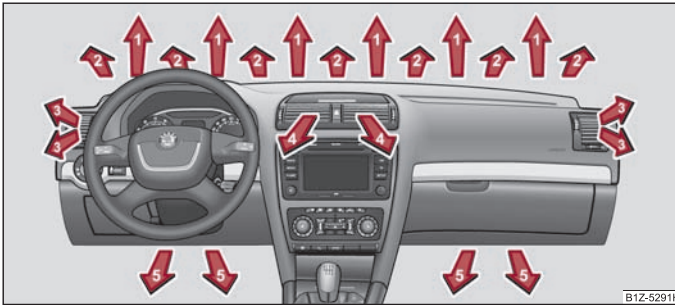
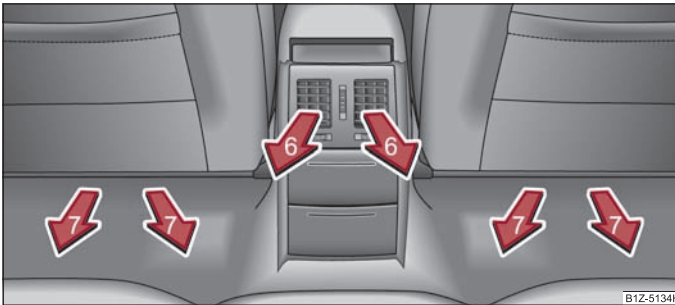

Abb. 104 Luftaustrittsdüsen vorn
Abb. 105 Luftaustrittsdüsen hinten
Die Luftaustrittsdüsen 3, 4 ⇒ Abb. 104 und 6 ⇒ Abb. 105 können Sie einzeln schließen und öffnen.
- Luftaustrittsdüsen 3 ⇒ Seite 93, Abb. 104.
- Wir empfehlen Ihnen die Luftaustrittsdüsen 4 ⇒ Seite 93, Abb. 104 in geöffneter Stellung zu belassen. ■